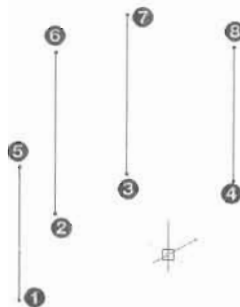

图 13-53
(1) 打开配套光盘中的“操作示例 13-9.dwg”文件，并切换到西南等轴侧视图，如图 13-53 所示。